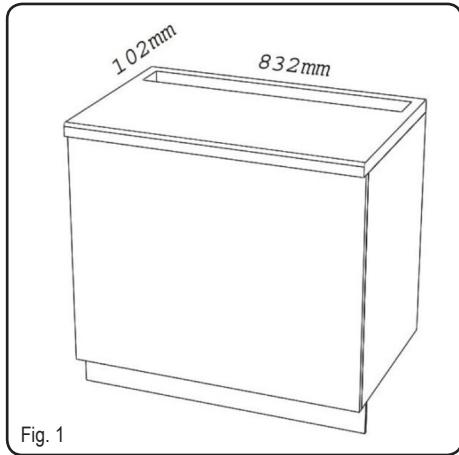

Fig. 1
- Effettuare nella parte posteriore del piano cottura, un foro rettangolare con le seguenti dimensioni: (Fig. 1).